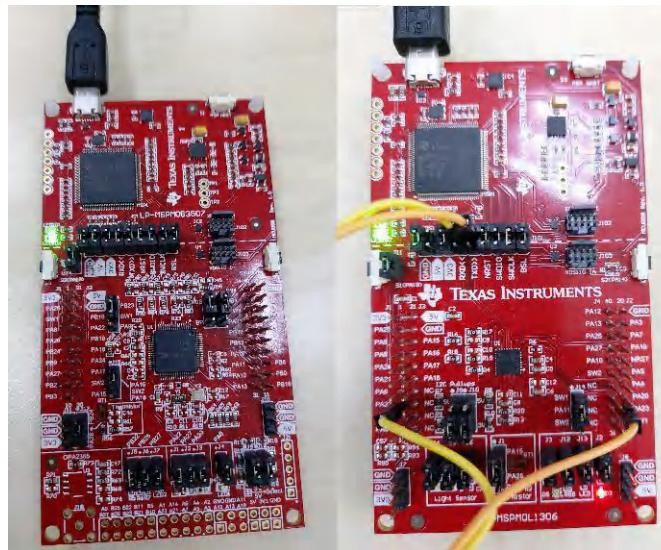

図 4-7. LaunchPad キットの接続 (左: LP-MSPM0G3507、右:LP-MSPM0L1306)
- ターゲットデバイスと XDS110 を PC に接続します。LaunchPad キットに統合された XDS110 を使用する場合、マイクロ USB ケーブルを PC に接続してください(図 4-7 を参照)。